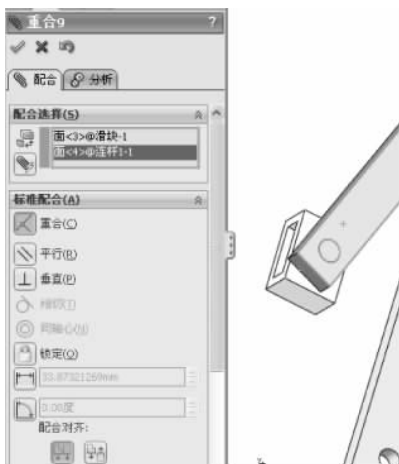

图 3-131 重合配合
(9) 继续进行约束,选择【标准配合】选项组下的【重合】配合类型 ,在【要配合的实体】选择框  中选择如图 3-131 所示的面,其他保持默认,单击【确定】按钮 ,完成重合的配合。